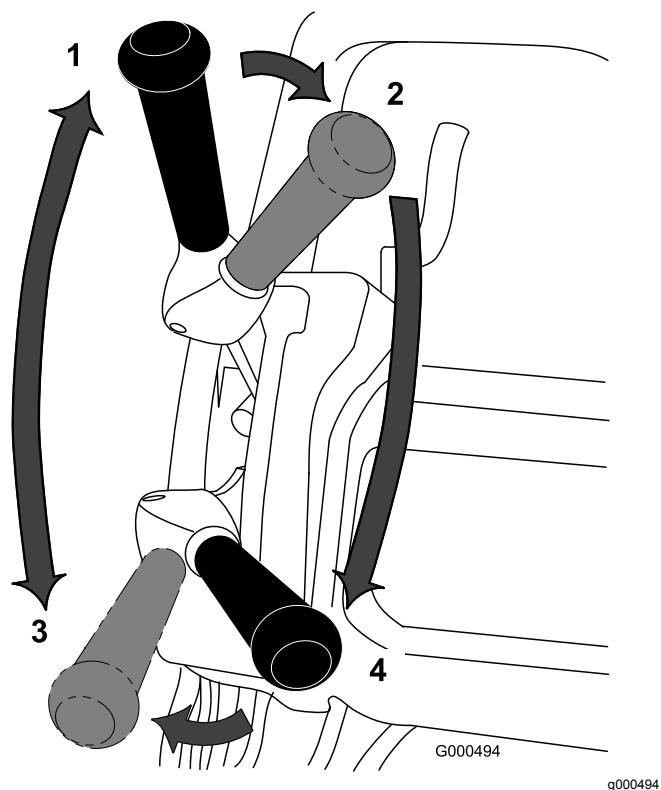

Figura 32
1. Avviate il motore, impostate l'acceleratore a bassa velocità, abbassate la stegola per sollevare l'apparato di taglio, premete il comando presenza dell'operatore, spostate la leva della trazione e di azionamento del cilindro in posizione di MARCIA AVANTI (di trasporto) e trasportate la macchina sul bordo del green (Figura 32).
2. Spostate la leva posizione di FOLLE (Figura 32).
3. Spostate la leva in posizione di FOLLE per la trazione e di DISINNESTO per l'azionamento del cilindro (Figura 32).
4. Spostate la leva in posizione di MARCIA AVANTI per la trazione e di INNESTO (Figura 32) per l'azionamento del cilindro, aumentate la velocità dell'acceleratore finché la macchina non avanza alla velocità desiderata, guidate la macchina sul